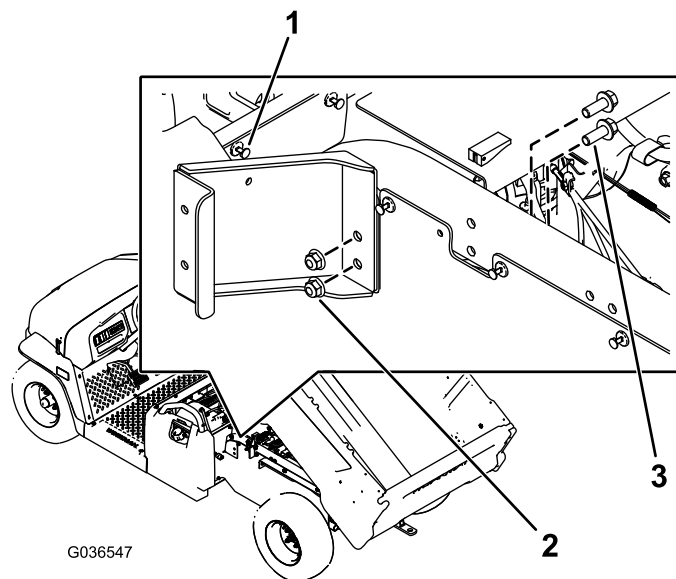

Figura 1
- A. Retire el remache del panel izquierdo detrás de la base del asiento trasero (Figura 1).
- B. Instale el soporte de bucle izquierdo con 2 pernos hexagonales con arandela prensada (3/8" x 1") y 2 tuercas (3/8"), tal y como se muestra en la Figura 1.